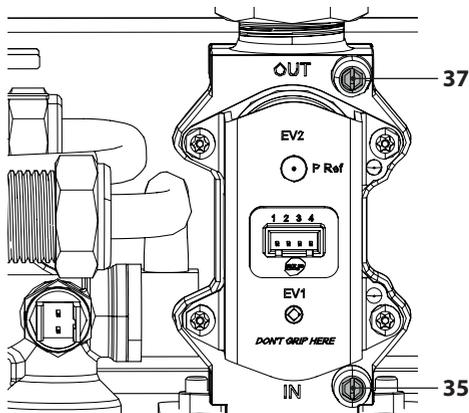

Figura 7.1
- A caldaia spenta (fuori servizio), controllare la pressione di alimentazione utilizzando la presa 35 in Figura 7.1 e confrontare il valore letto con quelli riportati nella tabella Pressioni di alimentazione gas nella sezione "Dati tecnici M320V.2025 SM" a pag. 38 e "Dati tecnici M320V.3035 SM" pag. 42.
- Richiudere bene la presa di pressione 35 in Figura 7.1.